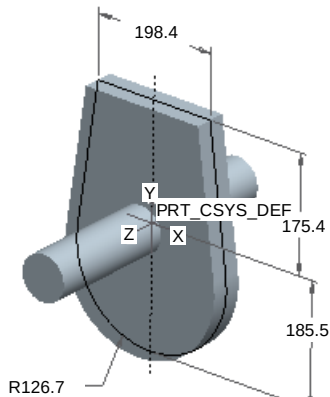

图 11.4.11 模型(二)
(8) 在“优化/可行性”对话框中再次单击 **计算** 按钮,经过几秒钟的系统运算后,系统提示 **已找到可行解决方案**,此时模型尺寸如图 11.4.11 所示。